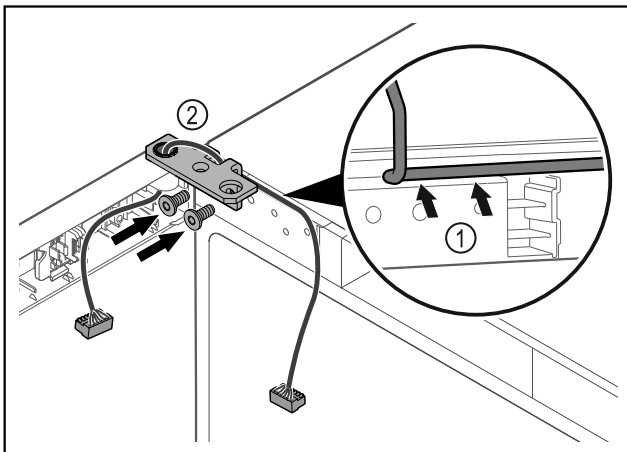

Fig. 38
- ▶ Prevlečte kábel cez vybranie uholníka závesu a opatrne ho položte Fig. 38 (1).
- ▶ Naskrutkujte uholník závesu Fig. 38 (2).